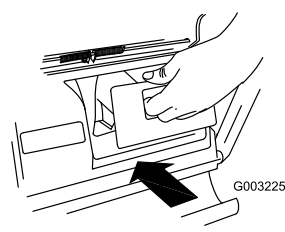

Figure 28
**Important:** Assurez-vous que l'obturateur de l'éjecteur arrière est en place avant de procéder au recyclage (Figure 28).